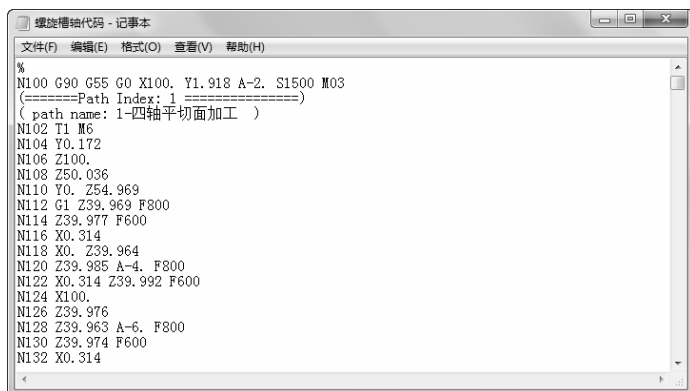

图 4-43 生成的 G 代码
3) 单击“生成后置代码”对话框的“确定”按钮后，按系统提示分别拾取粗加工轨迹，单击鼠标右键确定，系统自动弹出数控程序，如图 4-43 所示。